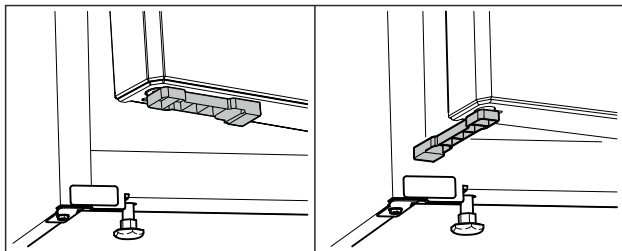

Fig. 83 *
- Rrotulloni me 90° distancuesin e derës. (shihni Fig. 83) *